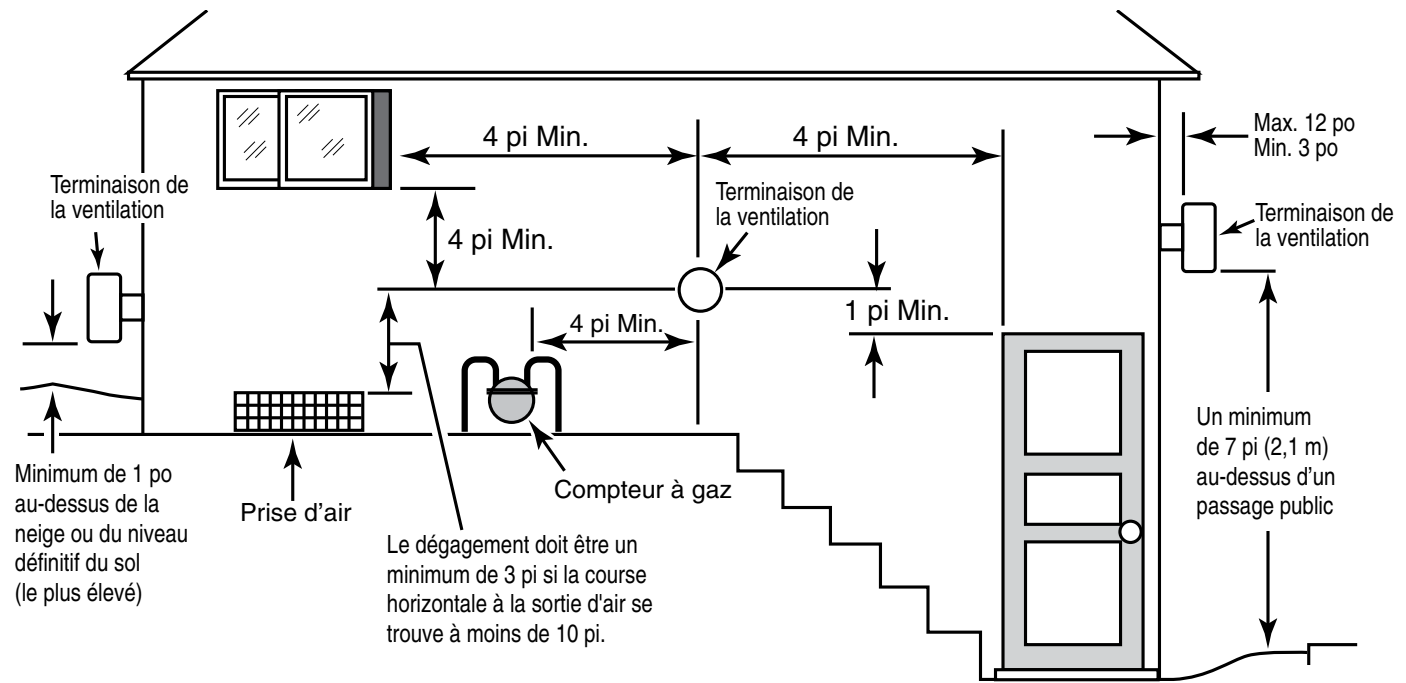

Figure 22.
La terminaison doit être située (É.-U. - Voir la Figure 22) :
- à au moins 3 po et à un maximum de 12 po à l'extérieur du mur (voir la Figure 22), suivant les directives du fabricant
La terminaison doit être située (Canada - Voir la Figure 22) :